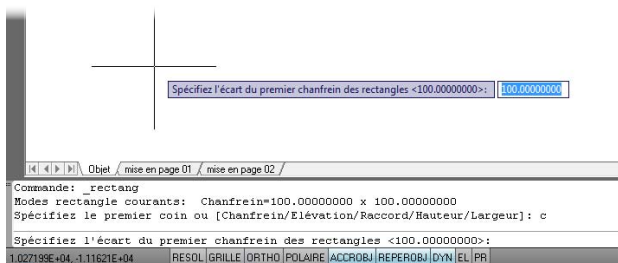

Figure 3.37
3. Entrez l'écart du premier chanfrein : **100** (voir Figure 3.37).